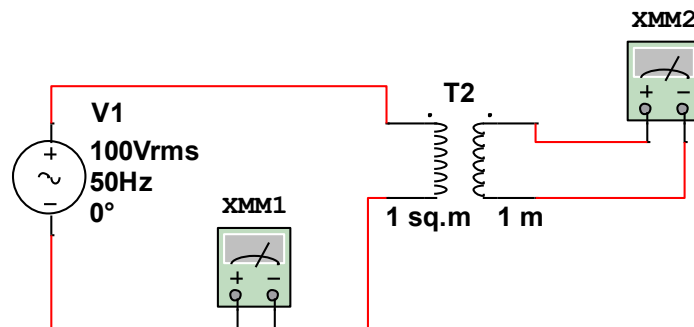

Рисунок 6.1 – Схема для визначення параметрів індуктивна зв'язаних котушок
1. Зібрати схему з двома індуктивно зв'язаними котушками, рис.6.1.